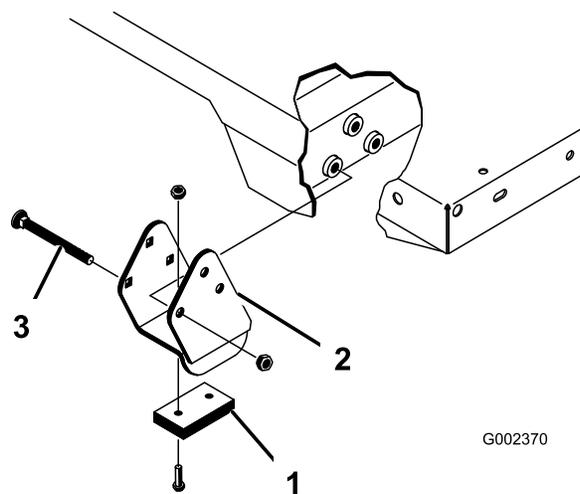

Figure 44
**Remarque:** Installez les entretoises et les cales d'usure (Figure 44) en plaçant les têtes des boulons à l'intérieur de la machine.
2. Placez le plateau sur le cadre de la machine avec précaution, en alignant les trous des plaques de pivot arrière sur ceux du profilé arrière du cadre. Installez ensuite les 2 axes et goupilles à anneau (Figure 44).
4. Insérez l'axe par l'extérieur du plateau, la goupille à anneau étant à l'extérieur (Figure 44).